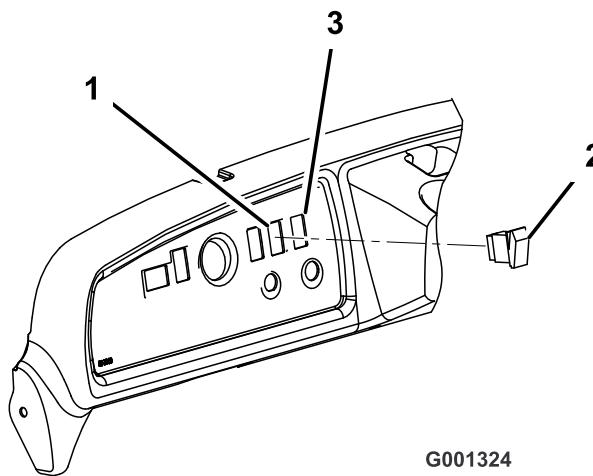

Figure 7
- Enlevez l'obturateur dans la planche de bord, sur la droite de la colonne de direction et au-dessus du commutateur à clé (Figure 7).
5. Appuyez sur la palette supérieure de la commande de levage du plateau pour déployer l'actionneur (Figure 7).
6. Amenez la palette supérieure à la position 12 heures et insérez la commande de levage de plateau dans l'ouverture du tableau de bord (Figure 7).